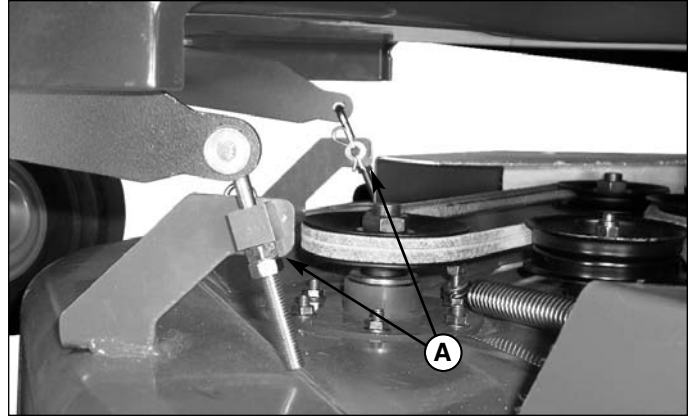

Figure 31. Mise à niveau transversale de la tondeuse - D'avant en arrière
8. Pour régler l'avant du carter de tondeuse, utilisez les écrous de réglage sur les tiges de levage de l'avant de carter (A, Figure 31) jusqu'à ce que la distance voulue soit atteinte. Veillez à régler les deux côtés de la même façon.